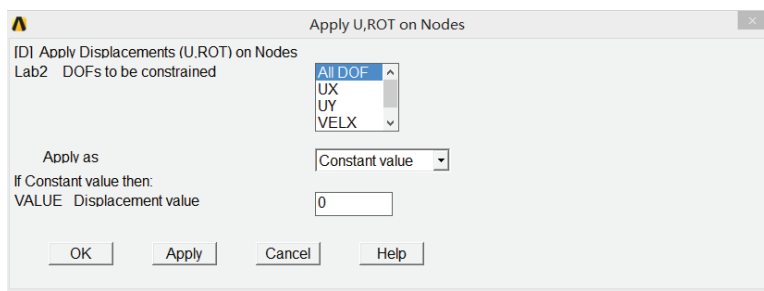

图 5-70 在节点上施加位移约束对话框
5) 选择 Main Menu | Solution | Define Loads | Apply | Structural | Displacement | On Nodes 命令, 出现 Apply U,ROT on N 拾取菜单, 单击 Pick All 按钮, 出现 Apply U,ROT on Nodes 对话框, 参照图 5-70 对其进行设置, 单击 OK 按钮关闭该对话框。